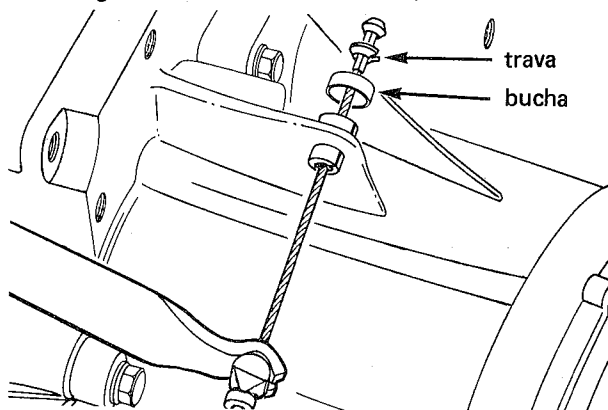

fig. 17
5. Puxar o cabo da embreagem para o lado do painel de fogo, e remover a trava e a bucha; desligar o cabo da alavanca (fig. 17)
22. Posicionar o cabo da embreagem na alavanca, instalando, a seguir, a bucha e a trava de fixação (fig. 17)